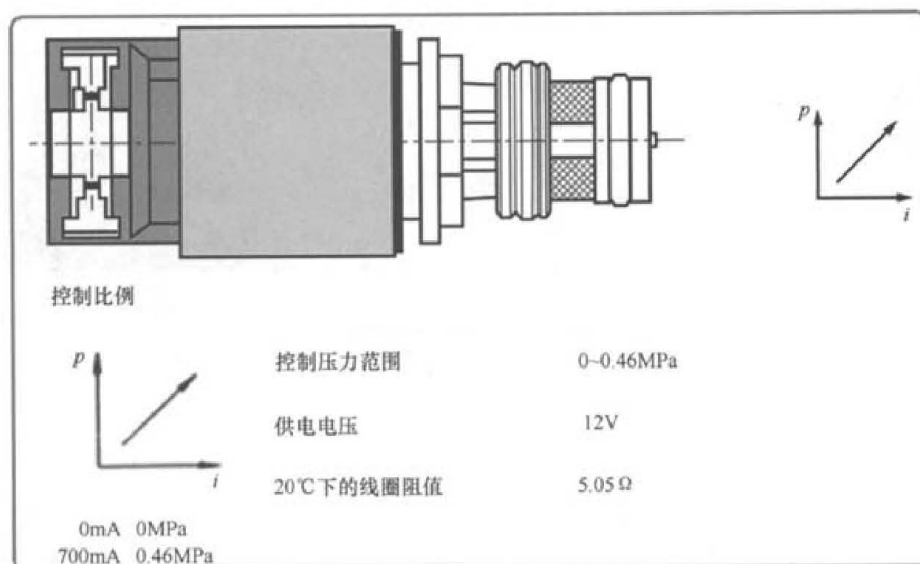
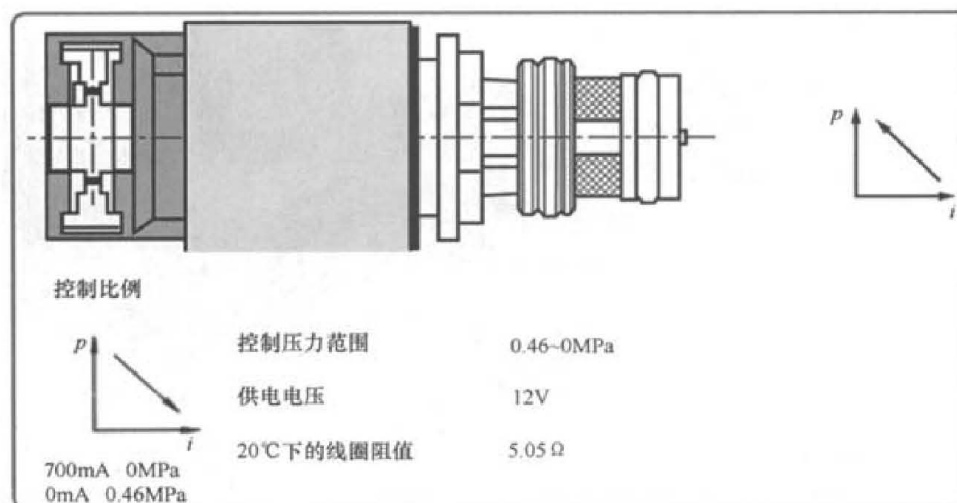

图 3 正比例控制电磁阀
图 4 反比例控制电磁阀
- 7). 根据 6 个线性电磁阀插头上的颜色可以知道 EDS1、EDS3、EDS6 三个电磁阀(绿颜色或蓝颜色插头)为正比例控制电磁阀(图 3),即流经电磁阀线圈上的电流越大,调节出的油压就越高;反之,则电流越小,油压越低。而 EDS2、EDS4、EDS5 三个电磁阀(黑颜色插头)为反比例控制电磁阀(图 4),即流经电磁阀线圈上的电流越大,调节出的油压就越低;反之,则电流越小,油压越高。在维修过程当中,可以肯定的是在互换电磁阀时不同颜色的肯定不会互换的,这个极端错误是不会发生的,但相同控制形式的电磁阀可不可以互换呢?经过仔细分析,虽说电磁阀的控制形式一样、线圈的匝数也一样,但在各档工作的频率不一样,因此从严格意义上讲,应该是不可以轻易互换的,于是将各电磁阀复位。这样就相当于整个作业就是清洁了阀体。通过对阀体的解体,发现双层阀板中间还带有一种密封材料,这样又不排除因分解阀体而带来的更多档位的冲击。不管怎样还是恢复到原来状态(经专用 ECU 匹配)再次试车,结果其他档位的冲击现象消失,但“2-1 档冲击”问题仍然存在,这样又相当于回到初始接车时的状态。